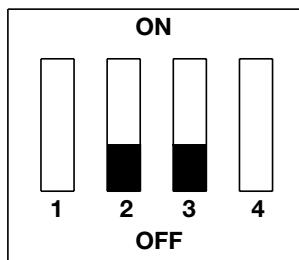

Bild 27: SW1
- Schalter SW1-2 und SW1-3 auf OFF setzen (siehe Bild 27)